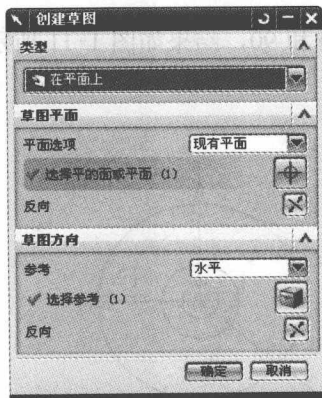

图 1-7 “创建草图”对话框
(1) 单击工具栏中的“草图”按钮, 弹出如图 1-7 所示的对话框。